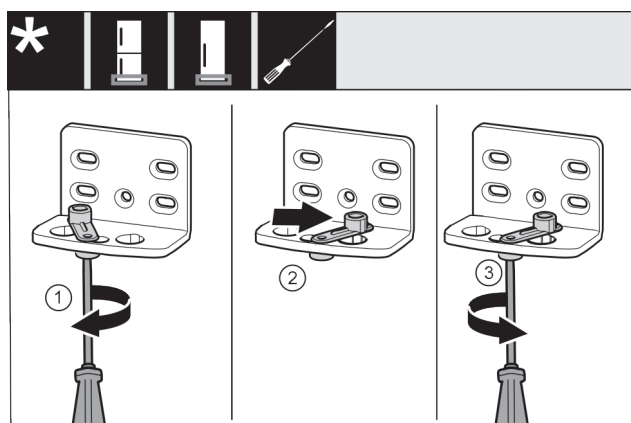

Fig. 15
- ▶ Skru løs skruen Fig. 15 (1) med en skrutrekker.
- ▶ Løft dørlukkestøtten Fig. 15 (2) og vri den 90° til høyre inn i hullet.
- ▶ Skru fast skruen Fig. 15 (3) med en skrutrekker.